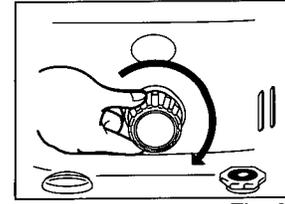

Fig. 9
(1) Gire completamente en sentido horario la perilla para regular la mecha a fin de levantarla a su altura máxima. Cuando alcance dicha posición, la flecha indicadora de la perilla de control apuntará a "HIGH POSITION" (Posición máxima).(Fig. 9)